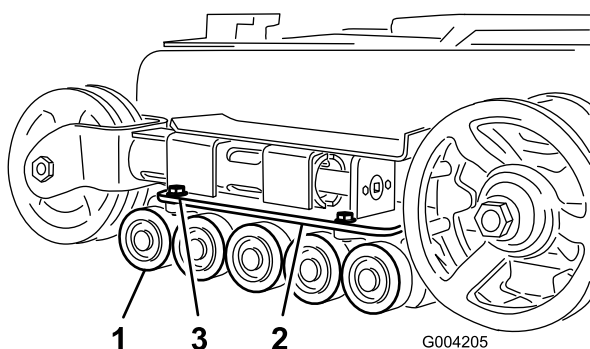

Figure 41
2. Retirez les 4 boulons de fixation de chaque guide-chaîne inférieur qui contient les galets de roulement, et déposez-les (Figure 41).